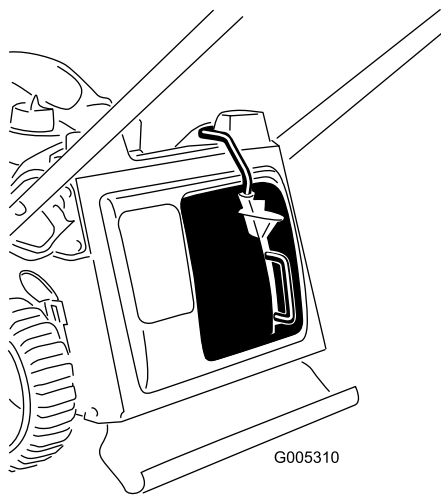

図 10
3. ボタンから手をはなして、レバーの上部がスイッチのチャンネル部に完全に嵌っていることを確認する図10。レバー上部がチャンネル部に完全に嵌っていないと、エンジンが始動しません